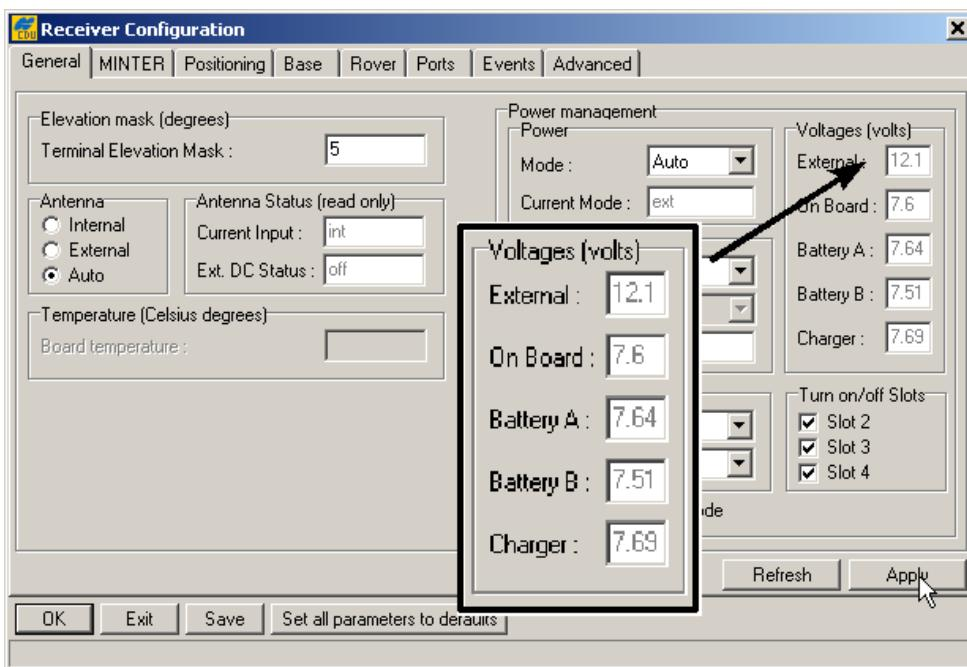

Рисунок 2-5. Просмотр вольтметров
7. В области *Voltages* (*Вольтметры*) (см. рис. 2-5 на стр. 2-8) отображаются текущие значения напряжений: